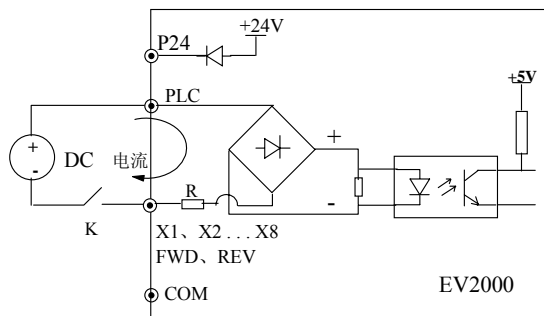

图3-23 使用外部电源的连线方式
EV2000多功能输入端子采用了全桥整流电路，如图3-23所示。PLC是X1~X8、FWD、REV的公共端子，流经PLC端子的电流可以是拉电流，也可以是灌电流。X1~X8、FWD、REV与外部接口方式非常灵活，典型的接线方式如下：
①使用变频器内部的24V电源，接线方式如图3-23。